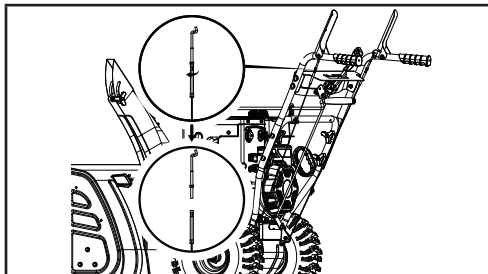

Figure 38
4. Dévissez le boulon de la fil de commande de la tarière (figure 38).